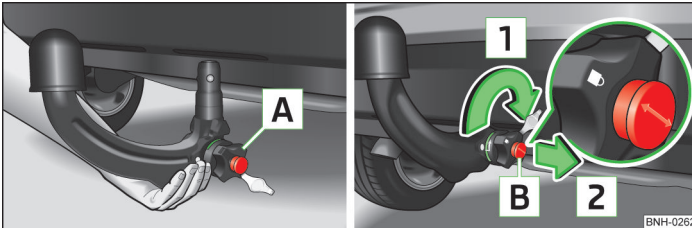

Abb. 107 Kugelstange einsetzen / Schloss verriegeln und Schlüssel abziehen
- Die Kugelstange von unten fassen » Abb. 107 und in den Aufnahmeschacht bis zum hörbaren Einrasten einsetzen » .